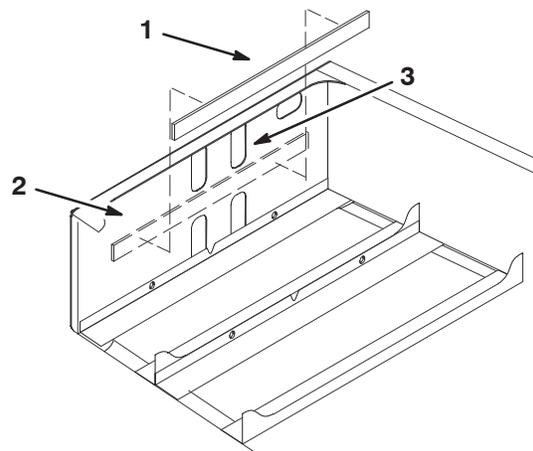

Bild 9
- Nehmen Sie den Klebestreifen hinten vom Batteriepolster ab und setzen Sie es vorne innen im hinteren Rahmen ein, siehe Bild 9.
Hinweis: Das Polster sollte sich ungefähr 6 mm unter der unteren Kante der oberen Stanzlöcher befinden (Bild 9).